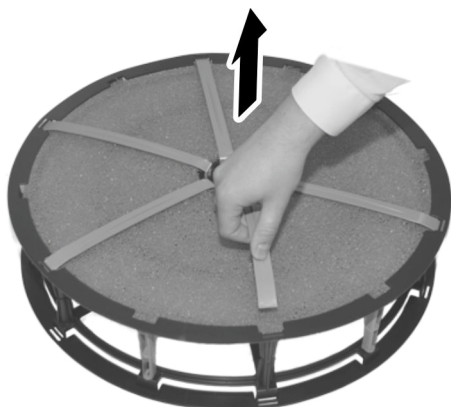

Abb. 23: Klemmleisten lösen
4. ➔ Klemmleisten von der Filtertrommel lösen und hochklappen (Abb. 23).